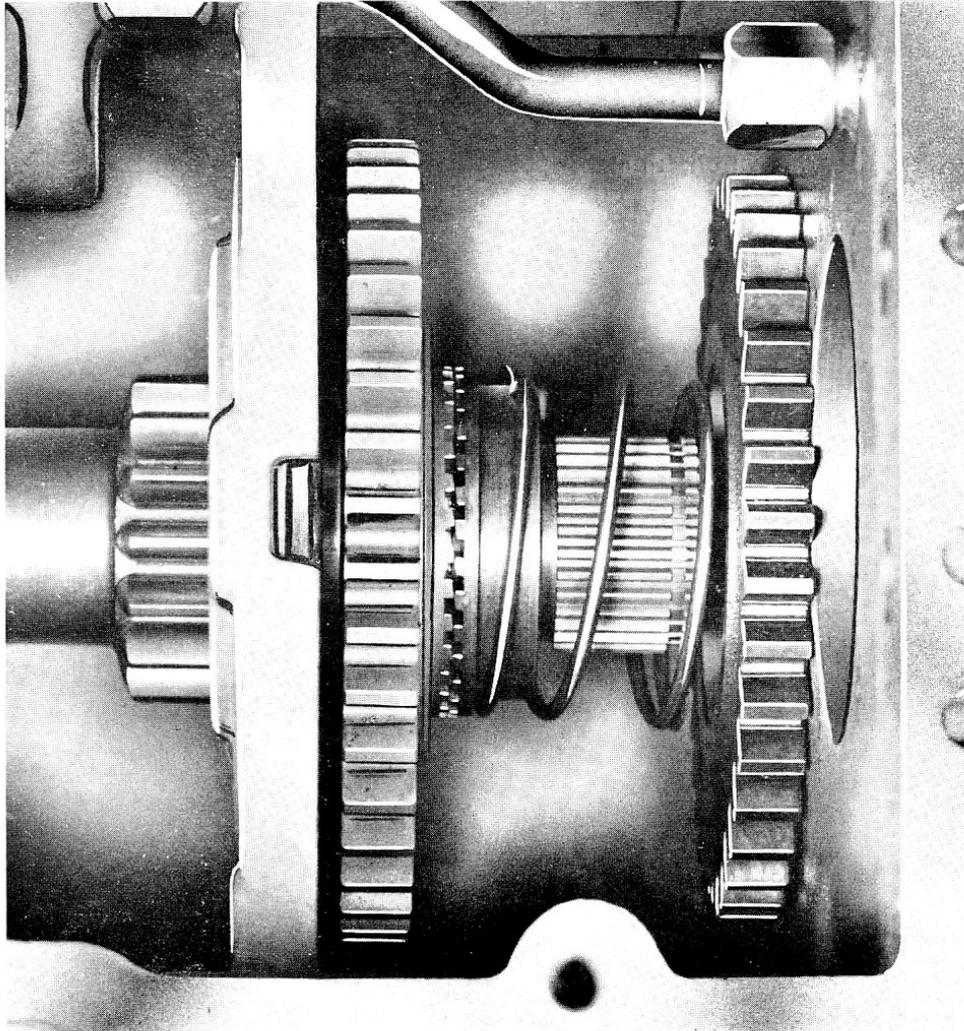

Fig. 23
- 3° Engager sur l'arbre le pignon à crabots contre la rondelle de friction en bronze (dents de crabot orientées vers l'AV) et le crabot. Placer le ressort dans le pignon-cloche et présenter ceux-ci sur l'avant de l'arbre de commande de P.T.O. (fig. 23).